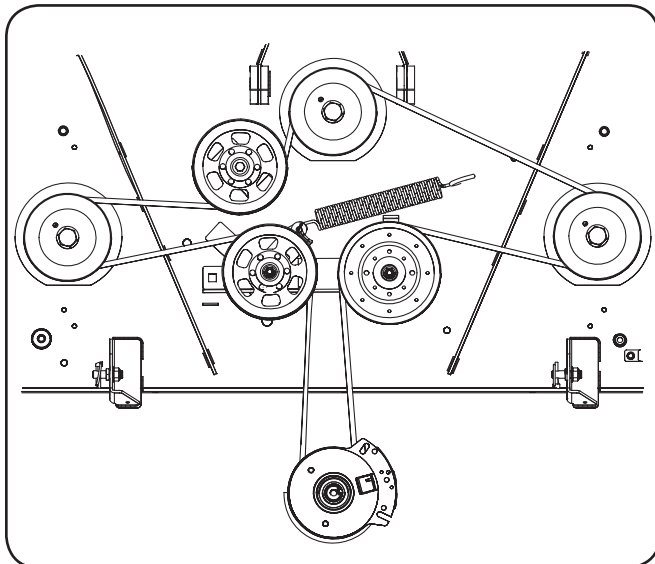

Figure 7-9
6. Placez la courroie autour des poulies de tension retirées à l'étape 3 avec le côté en « V » vers le bas. Après avoir installé la courroie, installez la quincaillerie et serrez l'écrou autobloquant afin de fixer l'assemblage. Voir Figure 7-9.
7. Placez la courroie comme indiqué à la Figure 7-9, puis réinstallez le plateau de coupe (voir la section *Installation du plateau de coupe* à la page 30).